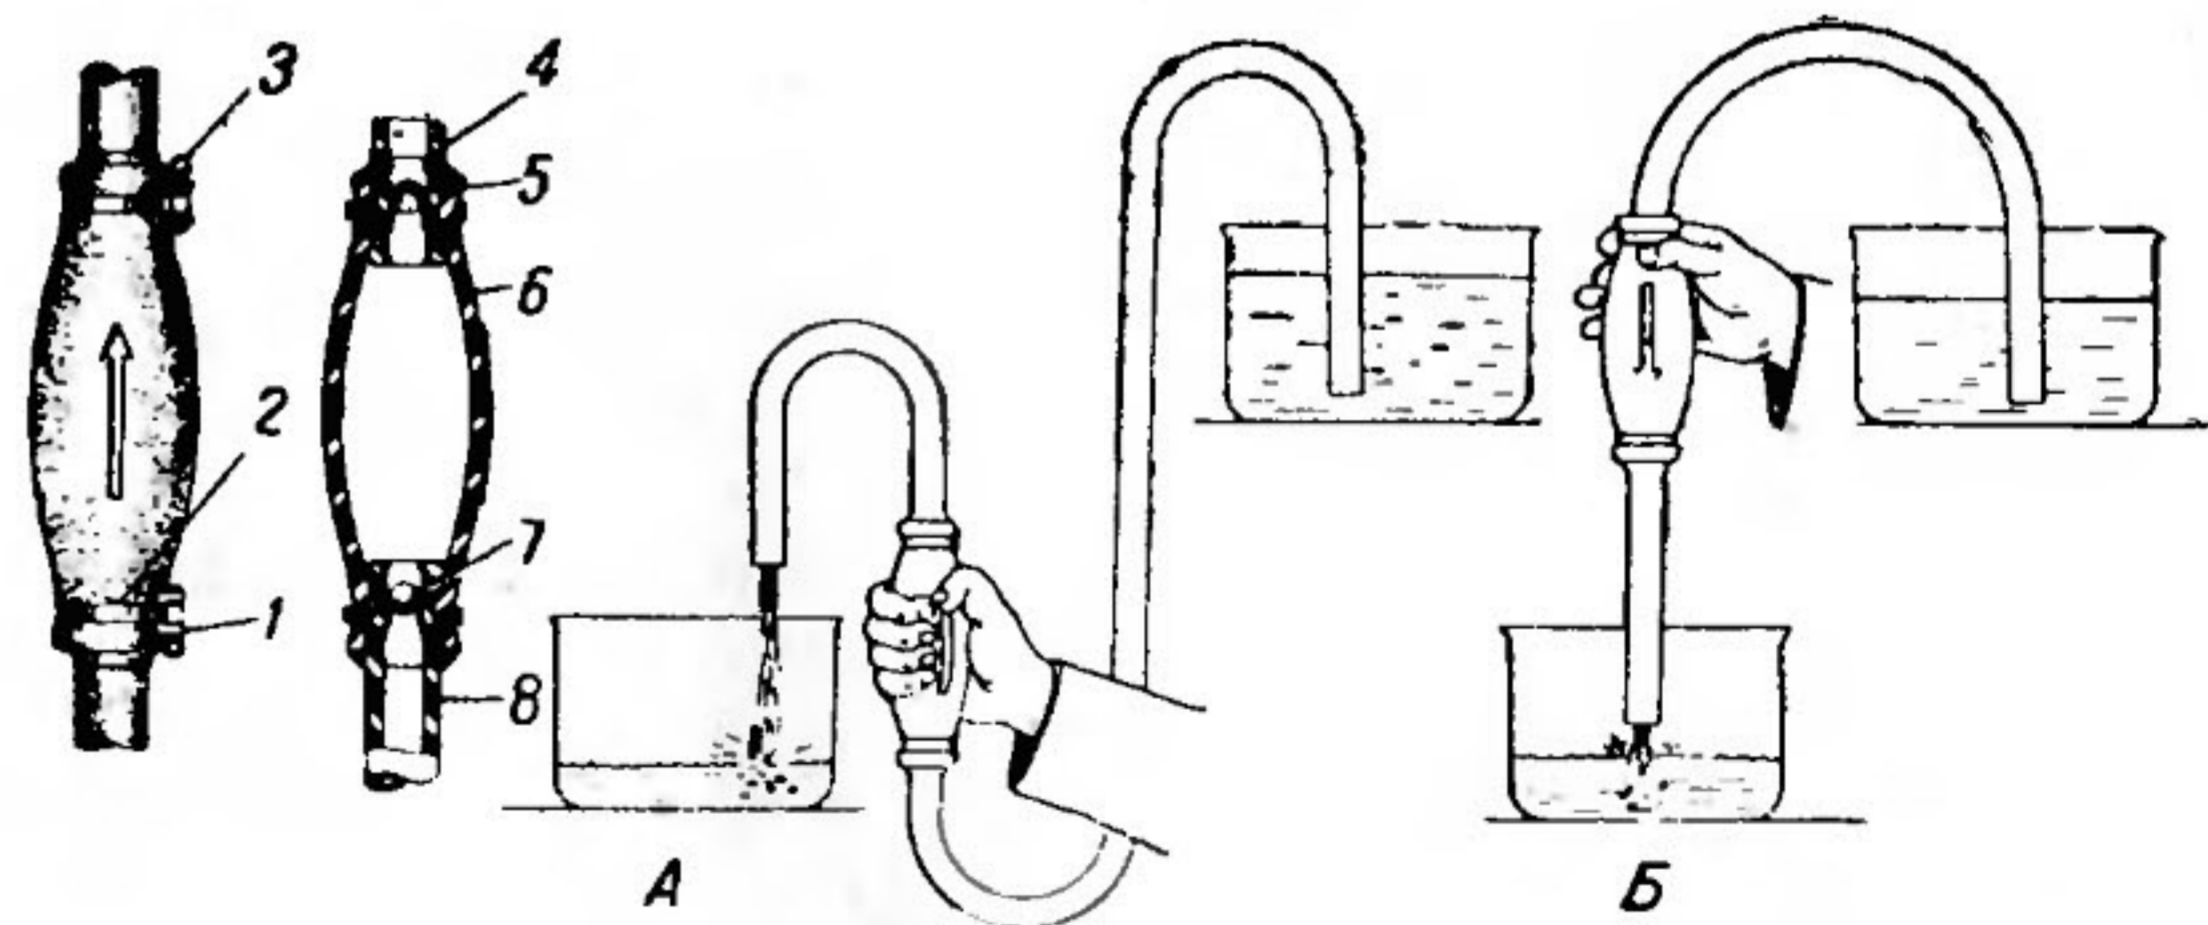

Рис. 77. Насос для ручного переливания бензина:
1. Опустите конец шланга, надетого на всасывающий штуцер, в переливаемый бензин. При этом баллон 6 (рис. 77) должен быть расположен вверх стрелкой, изображенной на нем. Другой конец шланга насоса направьте в емкость, в которую будет переливаться бензин.
2. Приведите насос в действие попеременными сжиманиями баллона 6 рукой с последующим отпусканием (рис. 77А).
3. Как только бензин потечет, переверните баллон острием изображенной на нем стрелки вниз. Сжимания баллона прекратите, и бензин потечет самотеком (рис. 77Б).